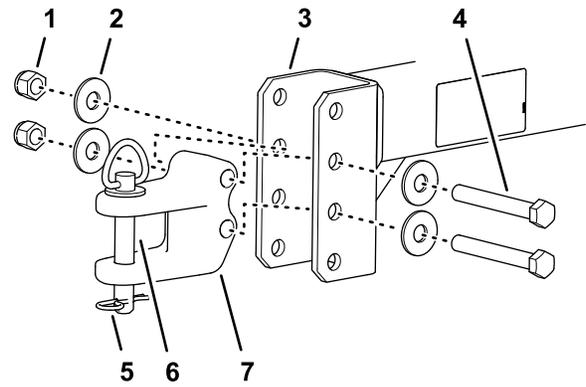

Figure 6
2. Montez la chape d'attelage sur le timon à l'aide de 2 vis, 4 rondelles et 2 contre-écrous (Figure 6).
4. Fixez le dispositif d'attelage à la barre d'attelage à l'aide de l'axe de chape et de la goupille fendue (Figure 6).
1. Ajustez la position de la chape d'attelage pour mettre le timon de niveau avec la barre d'attelage du groupe de déplacement (Figure 6).